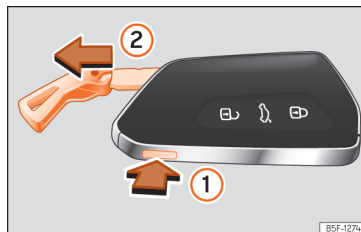

Abb. 82 Fahrzeugschlüssel: Schlüsselbart abziehen.
- Wenn Sie die Taste » Abb. 82 ① einmal drücken, wird der Schlüsselbart entriegelt und eine Öse als Schlüsselband angezeigt.
- Halten Sie die Taste ① gedrückt und ziehen Sie gleichzeitig die Öse in Pfeilrichtung » Abb. 82 ②, um den Schlüsselbart vollständig auszuklappen.